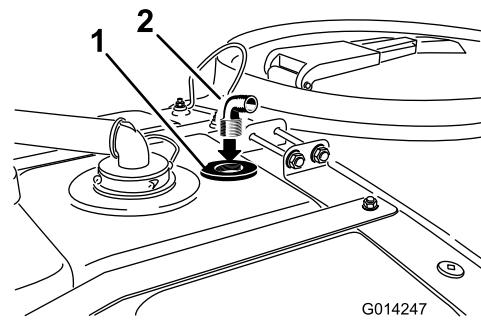

Figura 16
4. Montate il raccordo a 90° nell'apertura filettata del diaframma dell'ugello di lavaggio (Figura 16).